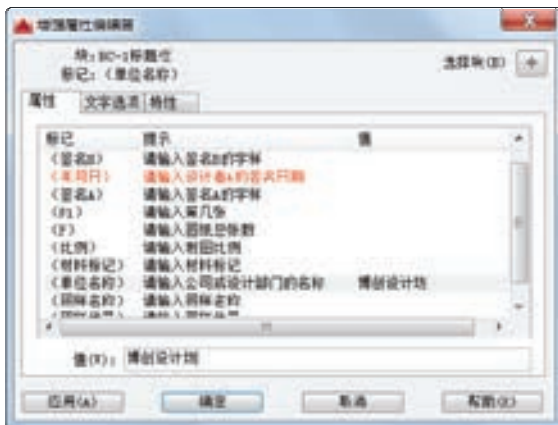

图 6-50 “增强属性编辑器”对话框
3) 系统弹出图 6-50 所示的“增强属性编辑器”对话框。该对话框有 3 个选项卡，即“属性”选项卡、“文字选项”选项卡和“特性”选项卡。